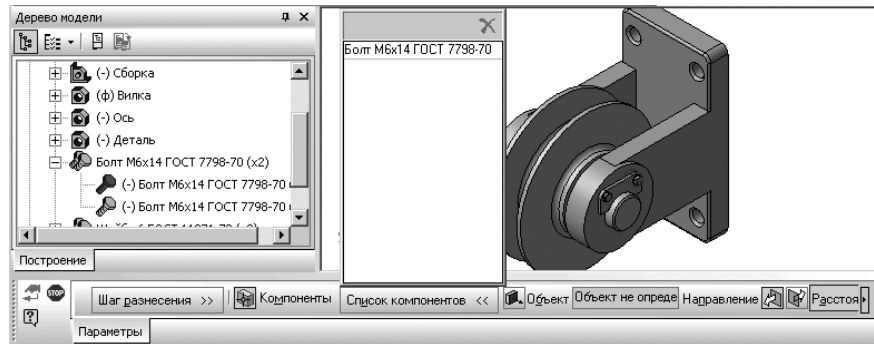

Рис. 6.93. Фрагмент главного окна системы с разнесенными стандартными компонентами в масштабе 1.0
- щелкните дважды на панели инструментов **Текущее состояние** по полю **Текущий масштаб**, а затем введите в это поле значение масштаба 1.0 и нажмите клавишу **Enter** для фиксации введенного масштаба. Возможное представление разнесенных стандартных компонентов показано на рис. 6.93.